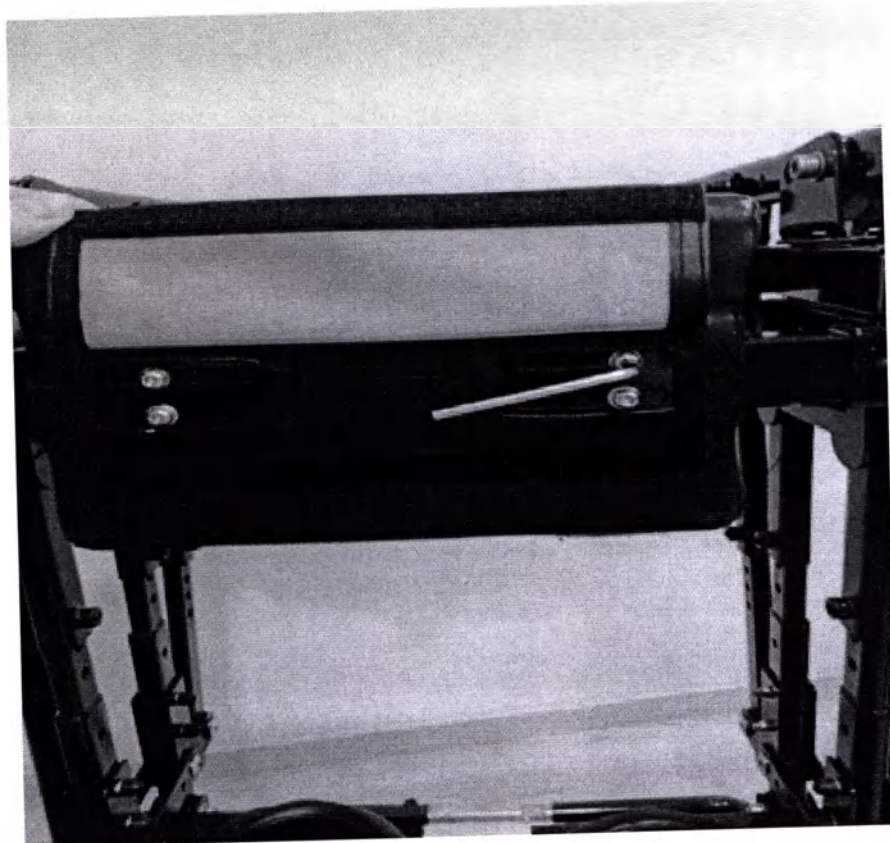

рис.18
5.9 Откройте клапан обшивки поясничной опоры рис., открутите установочные винты, настройте ширину крепления путем сдвигания либо раздвигания деталей (в зависимости от ширины таза пациента), после установки оптимальной ширины (чтобы замок опоры таза закрывался) закрепите установочные винты, которые вкручены в деталь. рис.18